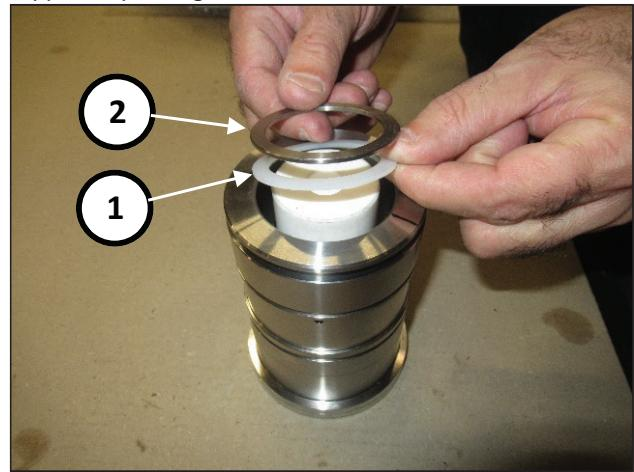

Fig. 182
Insérer la bague anti-extrusion (rep. ①, Fig. 182) et la bague de support (rep. ②, Fig. 182).